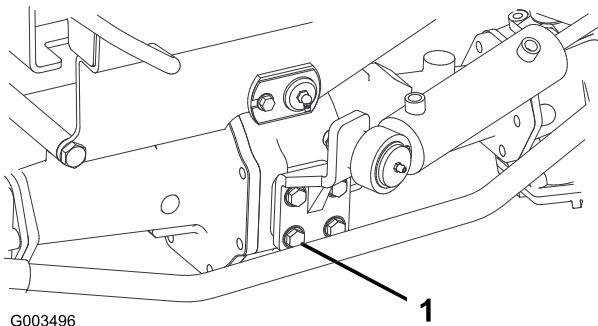

Bild 66
2. Ziehen Sie die vier Schrauben der Halterung des Lenkzylinders (Bild 66) auf 65-81 N·m an.